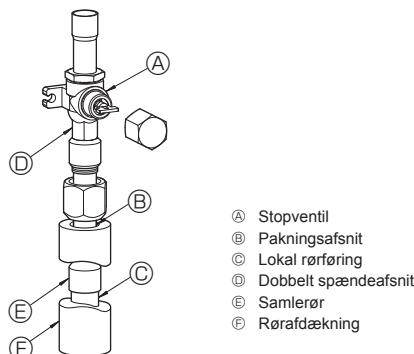

Fig. 4-3
- ③ Følg nedenstående procedure for tilslutning af rør på gassiden. (Fig. 4-3)
- Lod samlerøret ⑤ på udendørsenheden vha. almindeligt loddemateriale og den lokale rørføring ⑥ uden oxygen.
- Forbind samlerøret ⑤ til stopventilen på gassiden. Brug to tænger til stramning af flangemøtrikken.